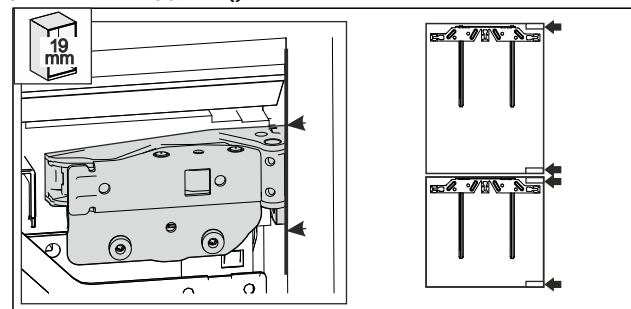

Fig. 54 *
- Бокова стінка меблів завтовшки 19 мм: передній край шарнірів вирівняно з передньою частиною бокової стінки меблів. Fig. 54 ()